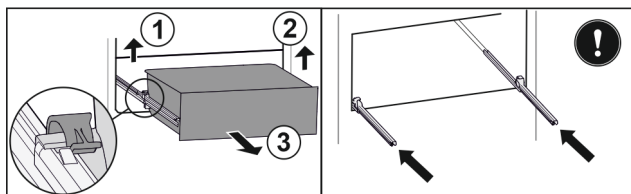

Fig. 197
- Podignite lijevu stezaljku i istovremeno izvucite ladicu lijevo prema naprijed. Fig. 197 (1)
- Podignite desnu stezaljku i istovremeno izvucite ladicu desno prema naprijed. Fig. 197 (2)
- Izvadite ladicu prema naprijed. Fig. 197 (3)